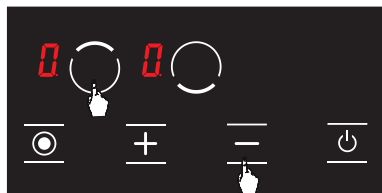

Abbildung 18
2. Berühren Sie die Auswahl taste () für die obere linke Kochplatte und die Minustaste () gleichzeitig, (siehe Abb. 18) Dabei ertönt ein kurzer Signalton. Danach werden die Finger vom Bedienfeld des Herds entfernt.